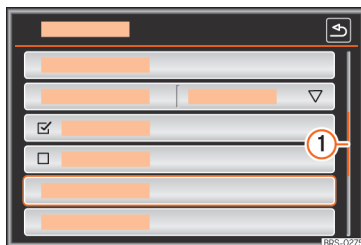

Fig. 205 Posibles entradas de una lista en el menú de ajustes.
Si en una lista se pueden seleccionar más entradas de las que se pueden visualizar en la pantalla, se mostrará una barra desplazable a la derecha de la imagen » **fig. 205 ①**.